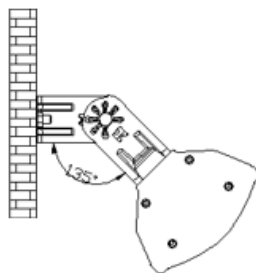

Рисунок 6
5. Совместите два отверстия настенного кронштейна с двумя отверстиями кронштейна на приборе и соедините кронштейны при помощи соответствующих болтов, шайб, гаек (рис.6).